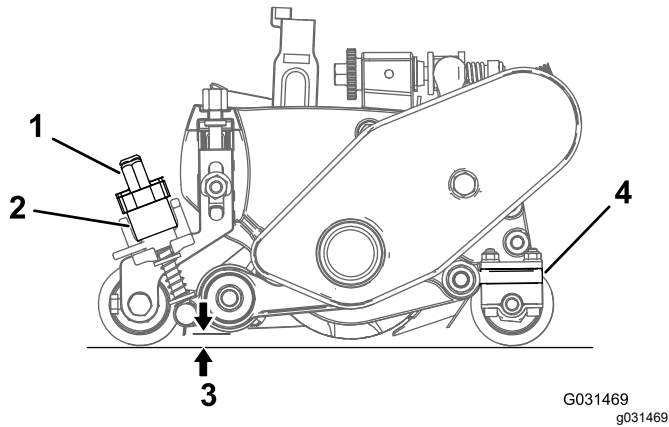

Bild 28
2. Drehen Sie die Expresshubhebel (Bild 28) in die EINSATZ-Stellung (Griff zeigt zur Vorderseite des Mähwerks).
3. Messen Sie am Ende der Groomerspindel den Abstand von der niedrigsten Spitze des Groomermessers bis zur Arbeitsoberfläche (Bild 28). Drehen Sie das Handrad zur Höheneinstellung (Bild 28), um die Groomer-Messerspitze auf die gewünschte Groominghöhe anzuheben oder abzusenken.